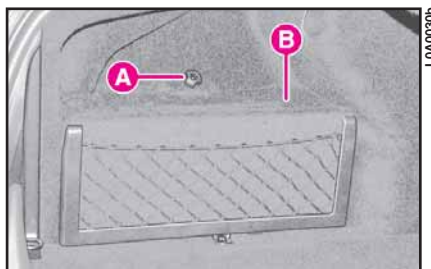

fig. 68
- 2) Dévisser le pommeau A (fig. 68) et enlever la couverture B de la batterie.